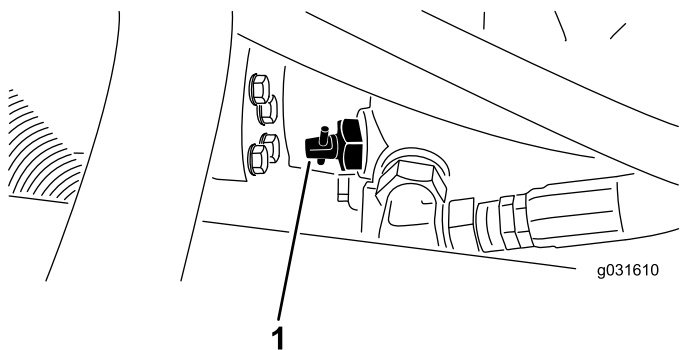

图 28
1. 找到泵上的旁通阀 图 28 旋转 90° 1/4 圈以松开旁通阀。